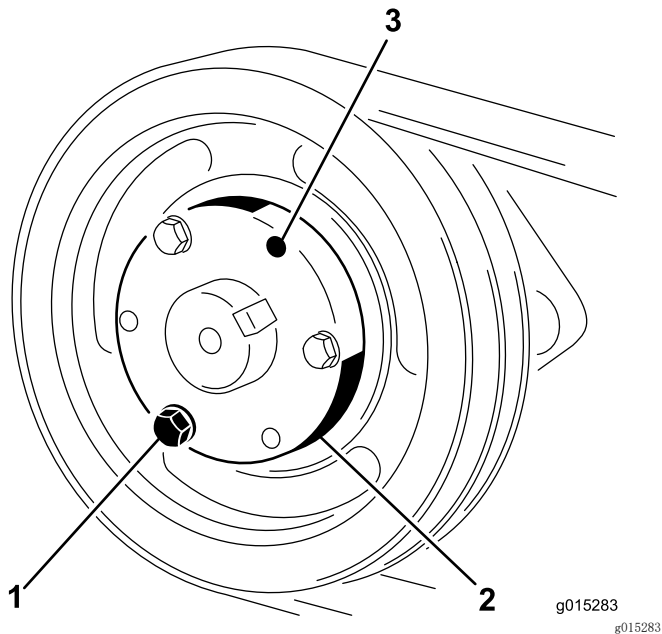

图26
1. 一次性卸下螺栓和锁紧垫圈，并将其拧入相邻的孔中（图26）。